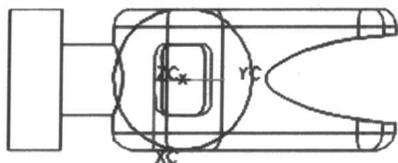

图 1-28 绘制圆弧
(1) 单击鼠标右键把视图更改为右视图, 利用 Basic Curves→Circle, 以点  $(0, 8, 0)$  为圆心做一直径为  $D=40\text{mm}$  的圆, 如图 1-28 所示。